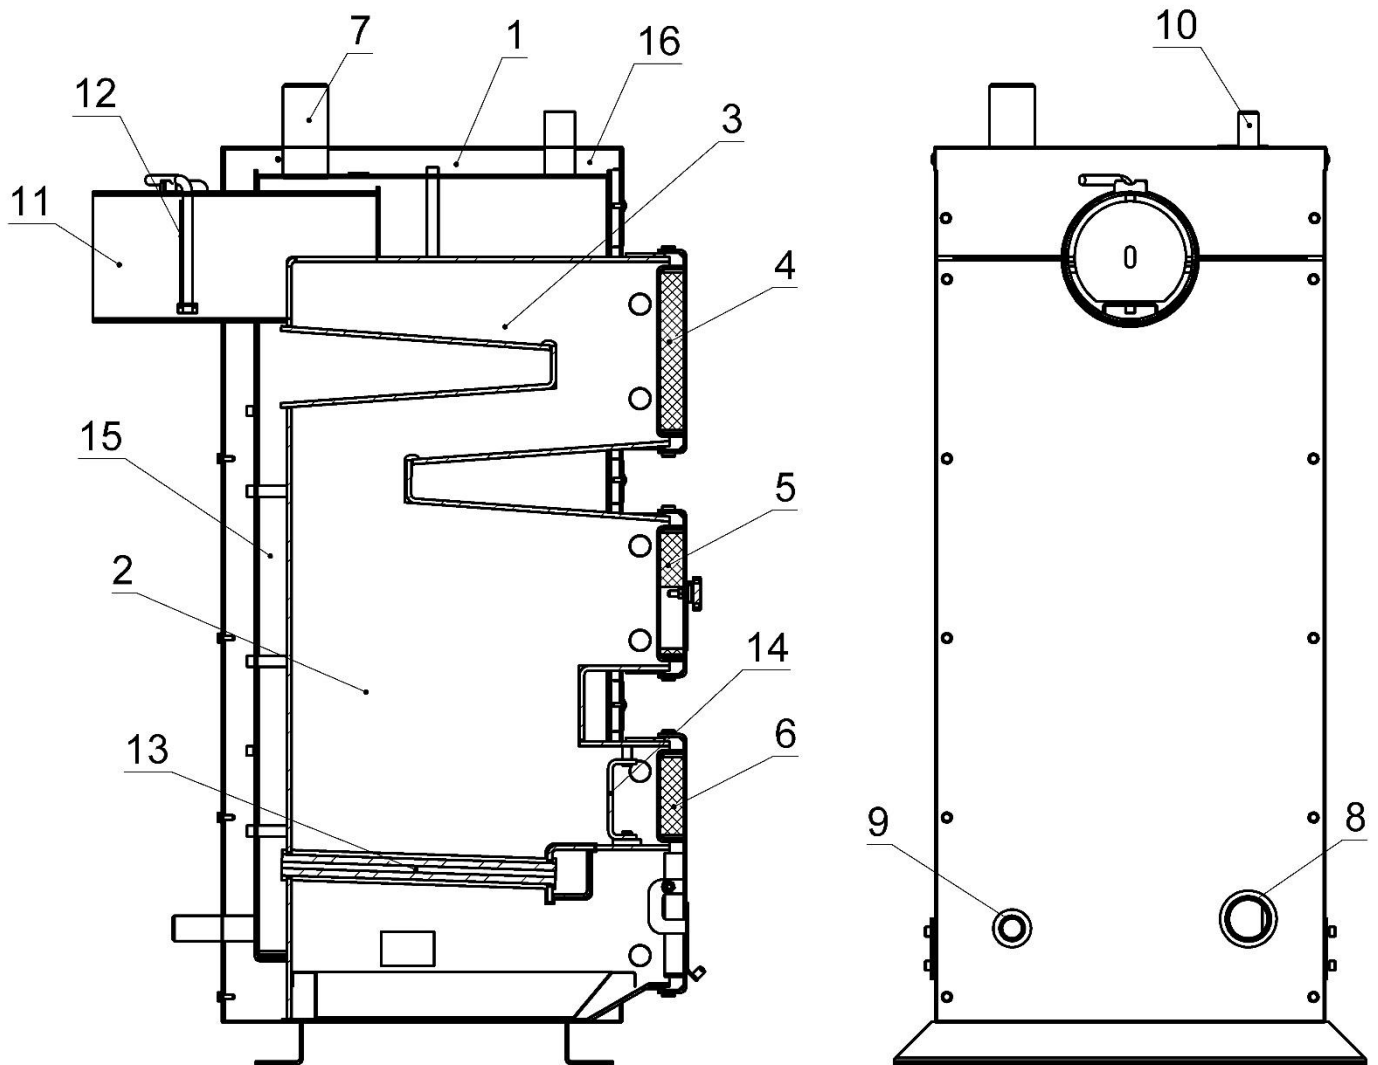

Рисунок 5.1 – Зовнішній вигляд та основні елементи котла типу КТЕ
Конструктивно котел являє собою збірно-зварену конструкцію, що складається з корпусу (поз. 1, рис. 5.1) з камерою згоряння (топкою) (поз. 2, рис. 5.1). Над топкою розташована конвекційна частина котла (поз. 3, рис. 5.1), що являє собою високоефективний двоходовий теплообмінник.
Корпус котла виконаний в формі паралелепіпеду з подвійними стінками, які розділені водними перегородками (поз. 15, рис. 5.1). На зовнішній поверхні корпусу під декоративною обшивкою закріплена теплова ізоляція. (поз. 16, рис. 5.1). Паливо для процесу спалення завантажується на колосникові ґрати (поз. 13, рис. 5.1) крізь завантажувальні дверцята (поз. 5, рис. 5.1). Колосникові ґрати виконані з товстостінних безшовних труб по яких постійно циркулює вода з водяної оболонки котла, що унеможлиблює їх прогорання. Згоряння палива в топці відбувається за участю повітря, яке постачається в топку наступним чином:
Підведення і відведення теплоносія здійснюється відповідно через патрубки зворотної мережної води (поз. 8, рис. 5.1) і прямої мережної води (поз. 7, рис. 5.1).
Топочні гази виходять у димохід крізь борів (поз. 11, рис. 5.1), розташований у задній частині котла. Боров обладнано вбудованим дросельним клапаном продуктів згоряння – шиббером (поз. 12, рис. 5.1). У випадку надто високої тяги у димоході шиббер дає можливість її знизити шляхом часткового перекривання вихідного отвору борова.
У верхній частині корпусу котла розташований штуцер для встановлення групи безпеки котла (поз. 10, рис. 5.1).
На бічній стінці корпусу у нижній її частині розміщено штуцер для зливу води з котла (поз. 9, рис. 5.1).
- дверцята для періодичного обслуговування (чищення) конвекційної частини котла (поз. 4, рис. 5.1);
- ревізійний дверцята (поз. 6, рис. 5.1) для періодичного чищення колосникових ґрат.
Регулятор тяги необхідно приєднати до патрубку з внутрішньою різьбою, який знаходиться у верхній частині корпусу (рис. 5.1). Різьбове з'єднання при цьому потрібно ущільнити. Регулятор повернути таким чином, щоб наконечник для закріплення шестигранного важеля (з комплекту регулятора) був направлений вправо.